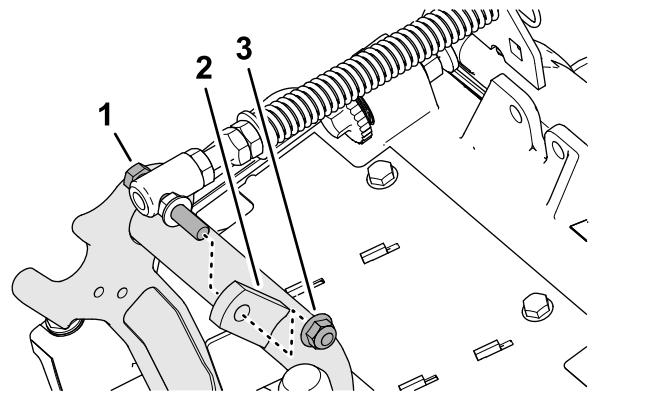

Bild 8
3. Entfernen Sie die Sicherungsbundmutter ($\frac{3}{8}$ "), mit der die Kopfschraube der Rasenkompensierungsfeder an der rechten Lasche des Trägersrahmens befestigt ist, und nehmen Sie die Kompensationsfeder vom Mähwerk ab (**Bild 8**).